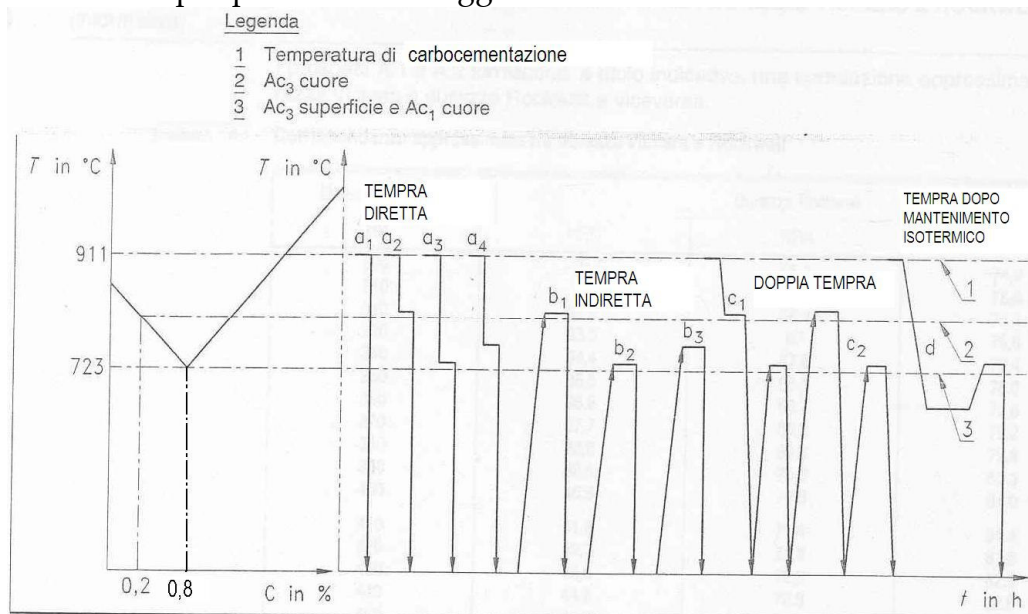

Fig. 4.2.1.1 Tipologie di tempra dopo carbocementazione
In Fig. 4.2.1.1 si propone una immagine tratta da UNI 5381 : 1999 utile per la interpretazione delle diverse modalità di tempra dopo carbocementazione. E' importante osservare che un pezzo carbocementato possiede due diversi tenori di C : alto (es. 0.8 %) nello strato di diffusione e basso (es. 0.2 %) a cuore. In quest'ottica nella stessa figura è rappresentata una porzione del diagramma di stato Fe-C semplificato per definire al meglio le temperature di trattamento.
4.2.1.1 Tempra diretta (cfr Fig. 4.2.1.1)